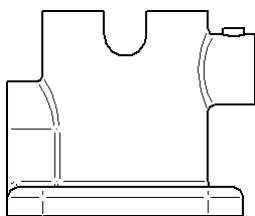
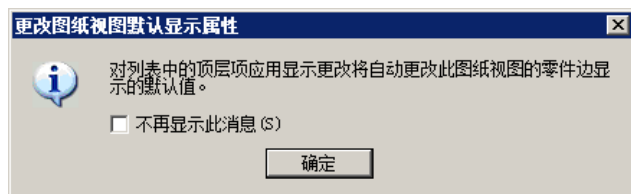

图 4.4.7 默认边显示
图 4.4.8 “更改图纸视图默认显示属性”对话框
Step2. 在图形区选中图 4.4.7 所示的图纸视图，然后右击，在系统弹出的快捷菜单中选择  属性 选项。
Step3. 在系统弹出的“高质量视图属性”对话框中单击 **显示** 选项卡，然后在 **选定零件的显示** 区域取消选中 ☐ 相切边样式 (T) 复选框。
说明：此时系统可能会弹出图 4.4.8 所示的对话框，选中 ☒ 不再显示此消息 (S) 选项后，单击 **确定** 按钮即可继续。